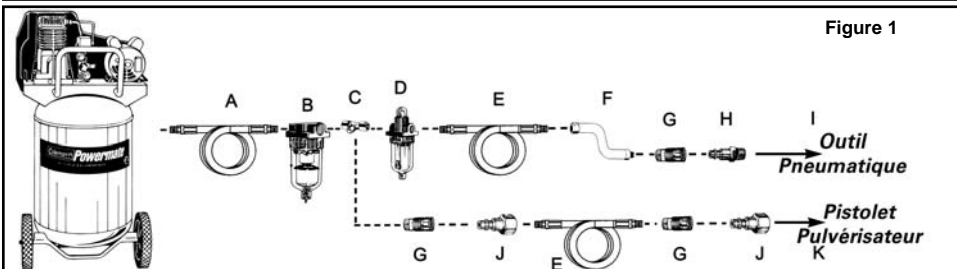
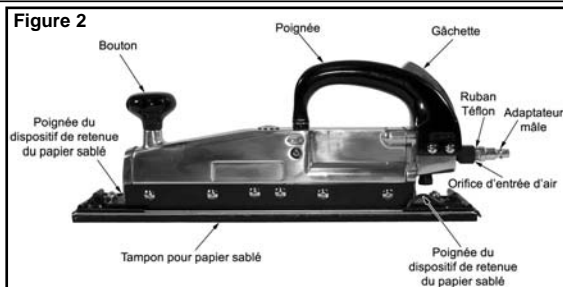

Figure 1
Figure 2
- Installez un raccord mâle 1/4 po NPT (non inclus) à l'orifice d'admission d'air de l'outil (voir Figure 2).
- Étapes à suivre pour monter un papier sablé non abrasif :** monter le papier en soulevant l'une des poignées du dispositif de retenue du papier (A). Insérer un bout du papier sous les griffes (B). Pousser la poignée vers le bas pour bien retenir le papier sablé en place. Répéter ces étapes pour fixer le papier sur le dispositif de retenue opposé de la sableuse.
- Branchez l'outil au raccord rapide du tuyau d'air. **REMARQUE :** Il est recommandé d'utiliser un tube flexible à raccordement à pivot (P012-0079SP - non inclus) afin d'empêcher que le tuyau d'air ne s'entortille ou ne se plie et de prévenir son usure excessive (voir la Figure 1 pour les connexions recommandées).
Pour conserver le rendement optimal du moteur pneumatique, il faut le lubrifier à chaque utilisation. Des résidus de poussière, de saleté et d'huile se logeront à l'intérieur de l'outil et en réduiront le rendement. Un huilier sur canalisation est recommandé pour lubrifier automatiquement l'outil de façon adéquate (voir Figure 1). Si ce dispositif n'est pas disponible, il est possible de lubrifier l'outil manuellement par l'orifice d'admission (voir Figure 4).